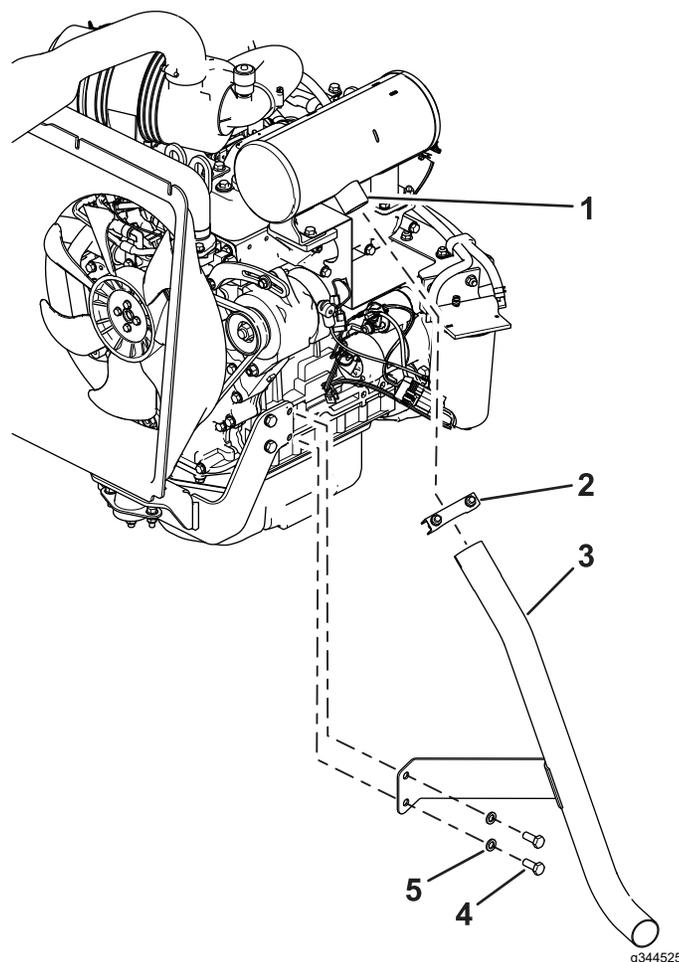

Bild 10
2. Lösen Sie die Klemme am Auspufftopf (**Bild 10**).
3. Entfernen Sie die Motorschrauben und Unterlegscheiben von der vorhandenen Auspuffrohrhalterung (**Bild 10**) und entfernen Sie das Auspuffrohr.